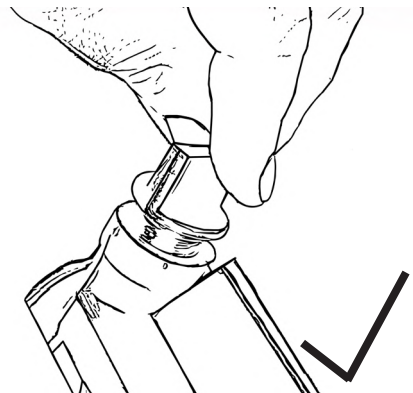

Abbildung 13
- Schrauben Sie die Öleinfüllstutzen mit angeschlossenem Ölmesstab ab, Abb. 13.